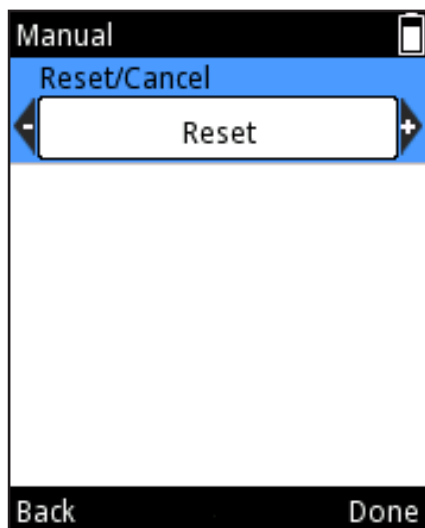

Imagen D35.
8. Opcional: El valor de volumen de la pantalla puede restablecerse a 0 en cualquier momento pulsando (**Reset/Cancel**, Restablecer/Cancelar). Aparece la ventana de selección Reset/Cancel (Restablecer/Cancelar) (Imagen D35).